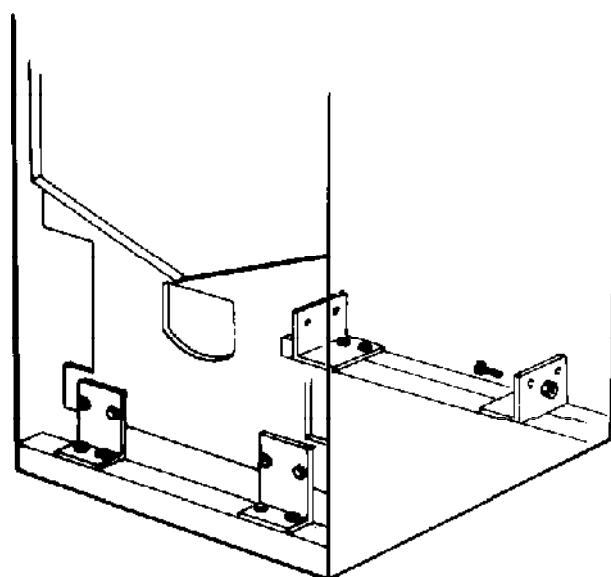

fig. 9
- Locate at the base of the chassis (front and rear), the four yellow fixing braces (three for model **H2018**) (*fig. 9*) and dismantle.
- Localizar en la base anterior y posterior del chasis los cuatro ángulos de fijación (tres en el modelo **H2018**) de color amarillo (*fig. 9*) y desmontarlos.
- Localiser sur la base avant et arrière du châssis les quatre vis de fixation (trois pour le modèle **H2018**) de couleur jaune (*fig. 9*) et les démonter.